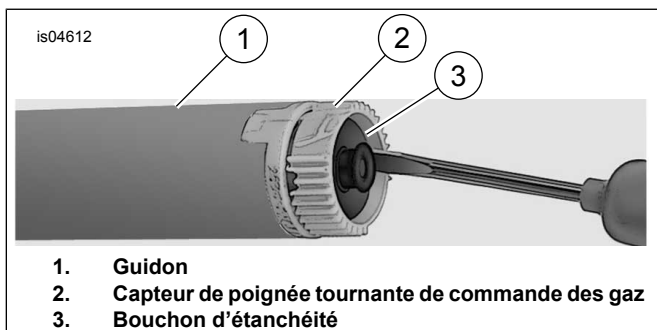

Figure 1. Retirer le bouchon d'étanchéité
- Voir Figure 1 . Introduire un petit tournevis ou un autre outil à lame plate dans la zone plate sur un côté du bouchon d'étanchéité.